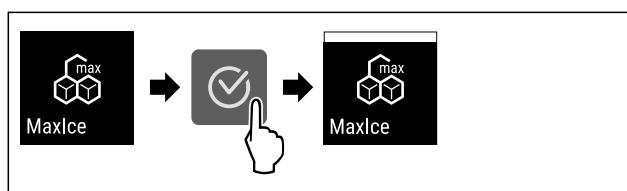

Fig. 22
- Изпълнете стъпките (вж Fig. 22).